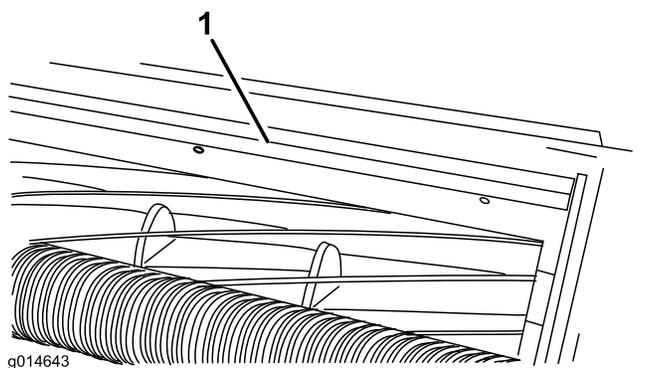

Рисунок 20
1. Ослабьте болты крепления верхней планки (Рисунок 20) к режущему блоку.